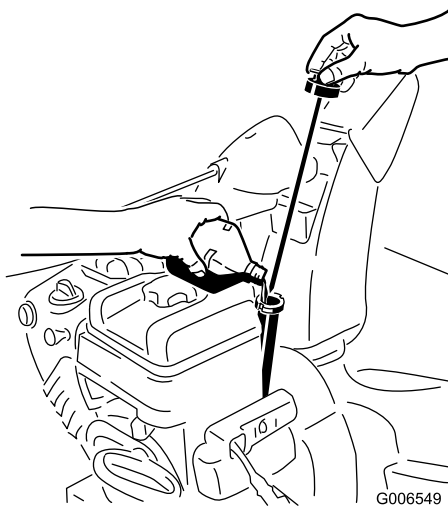

Figura 41
2. Retire a vareta e verifique o nível de óleo (Figura 41). Se o nível de óleo estiver abaixo da marca Add na vareta, adicione óleo. Consulte Atestar o óleo do motor.